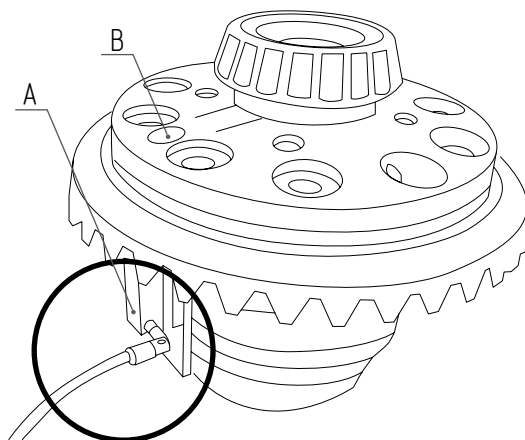

Рис. 9
6. Крышка корпуса дифференциала имеет 2 проточки для съёмника подшипника. Актуатор **А** [2.2] расположите на одной линии с болтом крепления главной пары (и проточкой) **В** (Рис. 9).